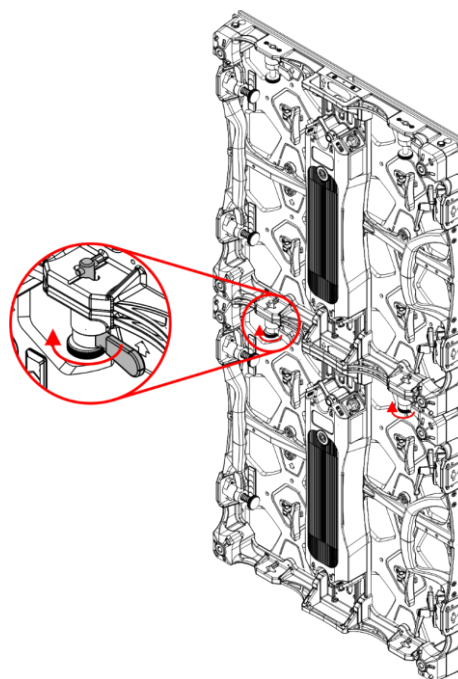

Fig. 43
- 05) Gire la **palanca (A)** del **mecanismo de bloqueo izquierdo (06)** en sentido horario para asegurar la pantalla LED inferior a la pantalla LED superior como se muestra en las Fig. 43 y 44.
- 06) Repita los pasos 2-5 para el **mecanismo de bloqueo derecho (06)** de la pantalla LED inferior.